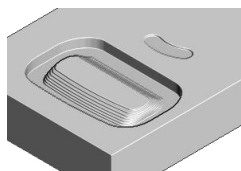

图 4-90 排序方式 (范围)
1) 范围: 逐型腔精加工零件, 即加工完零件上的一个型腔后, 再去加工另一个型腔, 如图 4-90 所示。这是系统的默认选项, 能减少提刀次数。